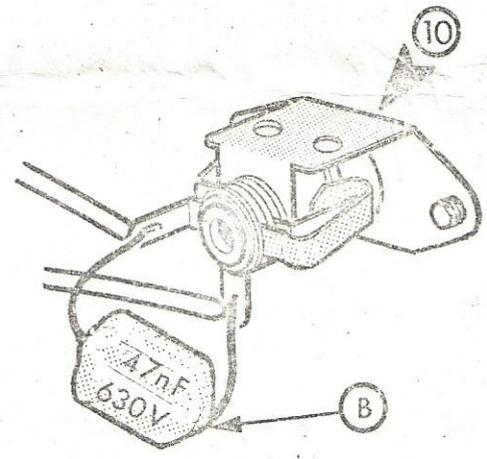
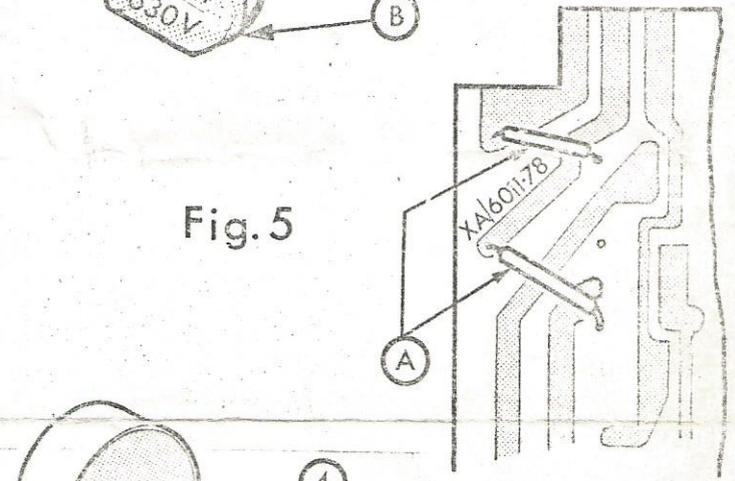
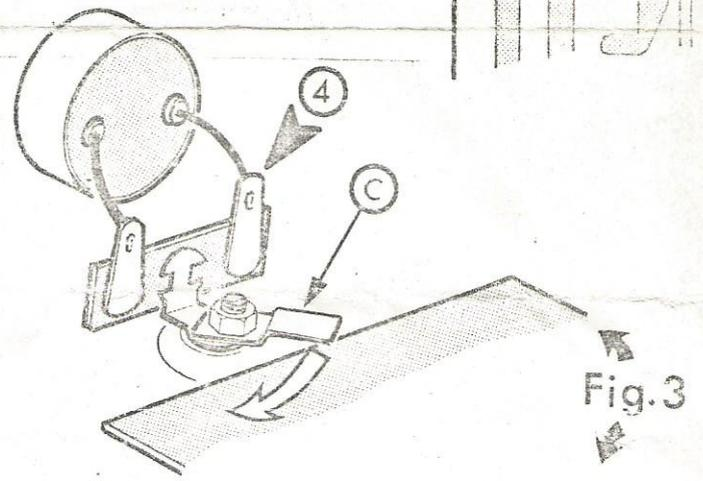

Fig. 4
Fig. 5
Fig. 3
(A) = FIG. 5 (B) = FIG 4 (C) = FIG.3
(A) = BILD 5 (B) = BILD 4 (C) = BILD 3
- (28) = UNTERLEGPLATTE
- } FIG. 3
} BILD 3